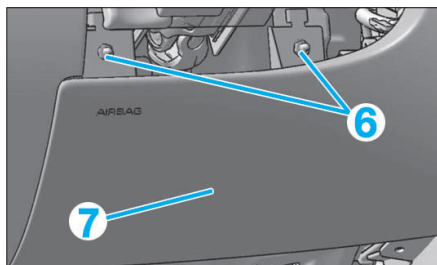

FIG. 12
- Déposer la protection (5).
- Déposer les écrous (6) (Fig.12), puis déposer l'airbag de genoux selon équipement du véhicule (voir chapitre "Airbags et prétensionneurs").